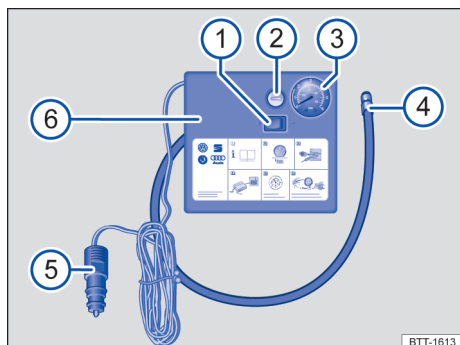

Fig. 185 Representação esquemática: Compressor do kit de reparo dos pneus.
O compressor do kit de reparo dos pneus é composto pelos seguintes componentes → Fig. 185:
- Rosquear a mangueira de enchimento dos pneus → Fig. 185 ④ do compressor de ar com firmeza na válvula do pneu.
- Verificar se o parafuso de sangria de ar → Fig. 185 ② está fechado.
- Conectar o conector do cabo 12 V → Fig. 185 ⑤ numa tomada 12 V no veículo → Página 173.
- Ligar o compressor de ar com o interruptor LIGA-DESLIGA → Fig. 185 ①.
- Deixar o compressor de ar funcionar até atingir 2,0 – 2,5 bar (29 – 36 psi/200 – 250 kPa) → ⚠. **Tempo máximo de funcionamento: 8 minutos** → ①.
- Reconectar a mangueira de enchimento dos pneus → Fig. 185 ④ e ler a pressão dos pneus no indicador da pressão dos pneus ③.